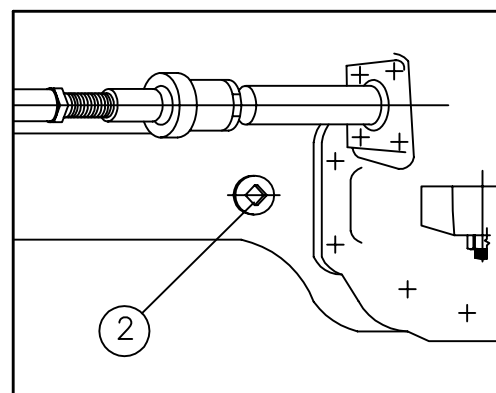

Fig.5-21 Front Axle ② Lever Plug
Uklonite čep ② (Fig. 5-21) sa centra kućišta osovine . Nivo ulja mora doći do otvora. The oil level must reach the hole. Dospite ulje naznačenog tipa kroz otvore za čepove ② (Fig. 5-21).